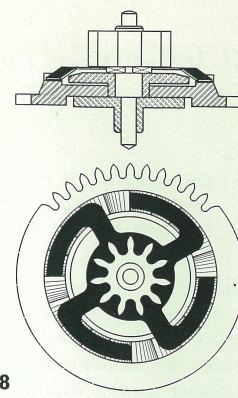

Fig. 8
f) Mobile intermédiaire de réduction avec décliqetage (6360) (Fig. 8)
f) New intermediate gear with ratchet device (6360) (Fig. 8)
f) Das Reduktions-Zwischenrad mit Entsperr-Vorrichtung (6360) (Fig. 8)